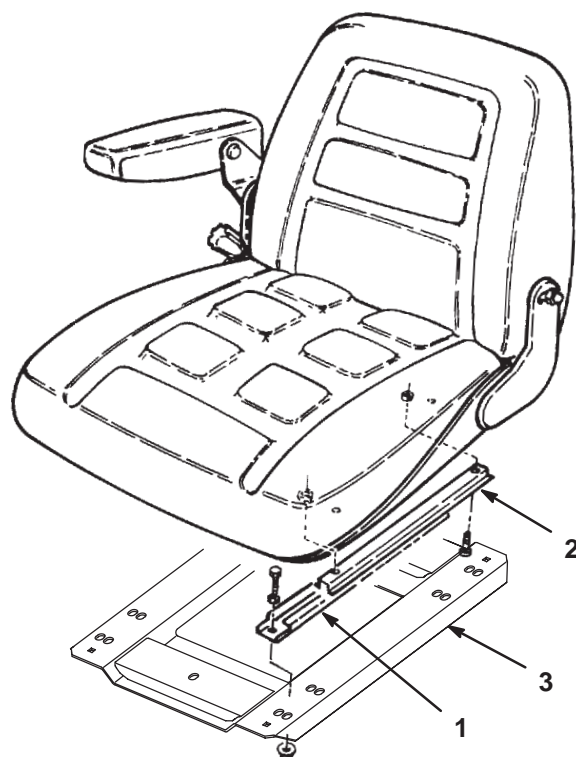

図 2
1. 上下のシート・スライドを固定している出荷用のタイを解く。このとき、下シート・スライドの正しい取り付け方向を確認する（図2）。
2. 下スライドを上スライドに挿入する（図2）。
4. シート・プレートに運転席を仮止めする（図2；運転席についているネジを使用）。